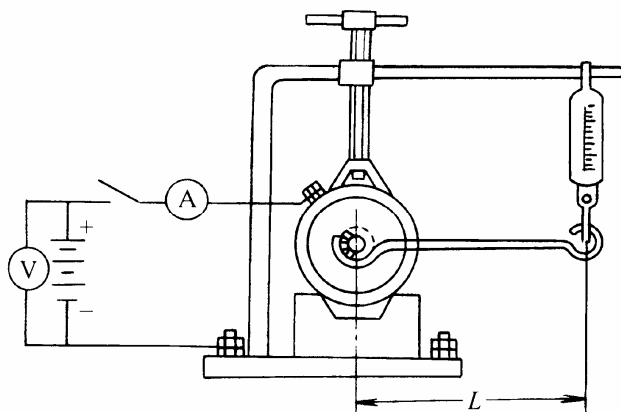

图 9-69 起动机全制动试验
(2) 全制动试验 全制动试验是在空载试验后，通过测量起动机全制动（锁止）时的电流和转矩来检验起动机性能良好与否。试验方法如图 9-69 所示，通电后，迅速记下电流表、弹簧秤和电压表的示值。其全制动转矩应不小于  $8.5\text{N} \cdot \text{m}$ ，制动电流在 350A 左右。